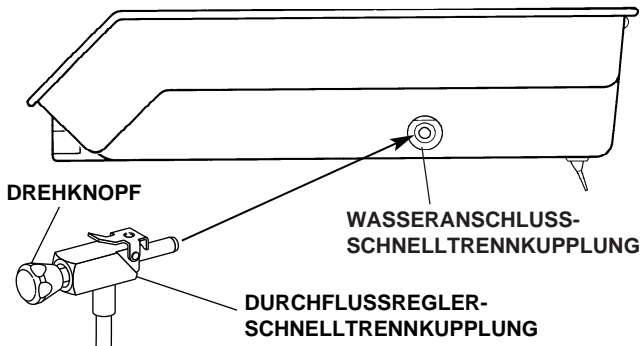

Bild 4. Wasseranschluß mit Durchflußregler
Der Wasseranschluß mit Durchflußregler (siehe Bild 4) liefert Wasser für Hydrokolloid-Schläuche. Auf den Anschluß paßt der Durchflußregler mit Schnelltrennkupplung von A-dec. Der Durchfluß wird mit einem Drehknopf direkt auf der Schnelltrennkupplung geregelt. Drehen gegen den Uhrzeigersinn erhöht den Durchfluß; Drehen im Uhrzeigersinn verringert den Durchfluß.
3. Schalten Sie den Kippschalter für die Spraywasserversorgung auf dem Disc-Anlasser (siehe Bild 4 auf Seite 5) aus (weg vom blauen Punkt).